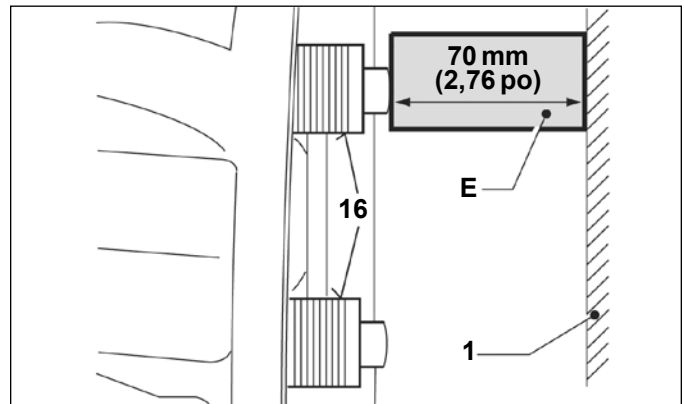

FIGURE 51 - UTILISATION D'UN ESPACEUR (INSPECTION HORS VÉHICULE)
Si le technicien travaille sur l'étrier logé dans un véhicule, il peut placer une garniture de frein neuve (12) dans l'espace extérieur afin d'éviter de perdre l'engagement des filets des tubes filetés. Cf. Figure 51.